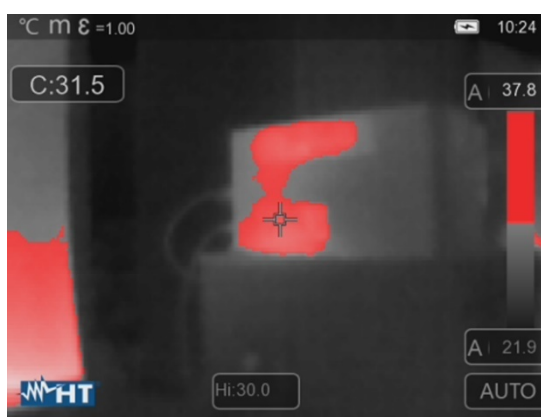

Fig. 40: Seleção da linha isotérmica Alarme de alta temperatura.
5. Clique em "Hi" na parte inferior do ecrã e clique nas ícones < ou > para definir o valor do limite máximo de temperatura além do qual o instrumento mostra os pontos da imagem em vermelho e os pontos restantes em cinzento (ver Fig. 40)